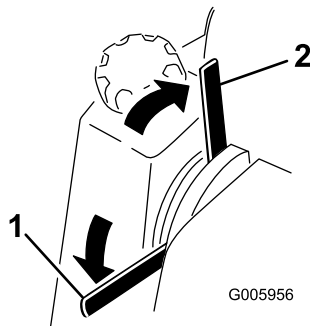

Figure 16
1. Placez le levier du frein de stationnement en position serrée (Figure 16).